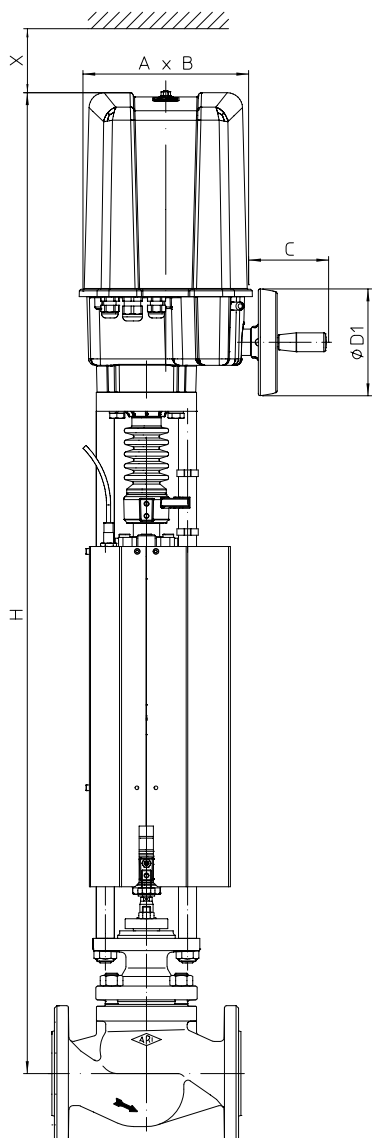

Fig. 470
I. Fig. 470: Układ pierścieni V-ring z PTFE / Uszczelnienie EPDM
II. Fig. 470: Uszczelnienie z PTFE / czystego graf.